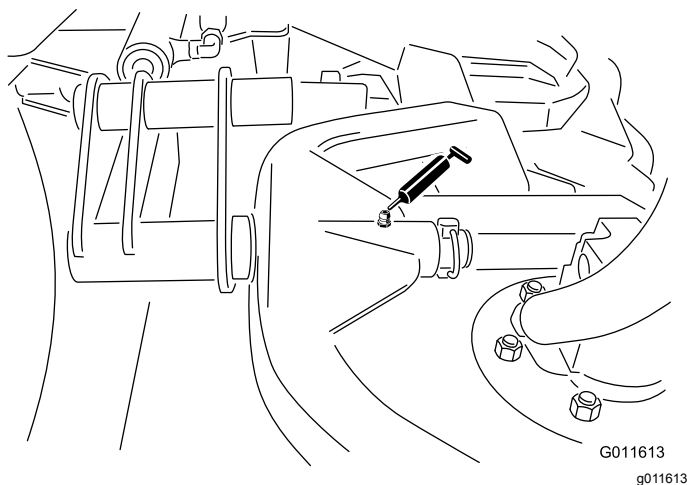

Figura 60
- Estrutura de suporte da articulação da unidade de corte (1 de cada) – Figura 60